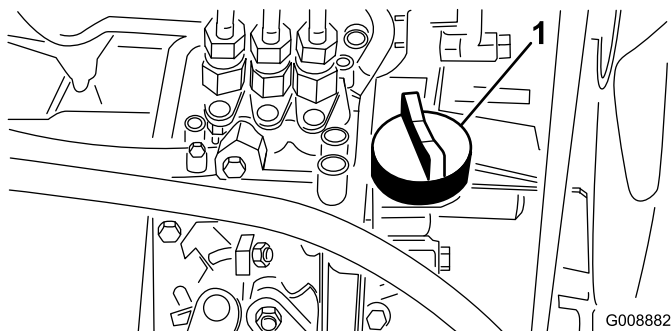

Figura 25
4. Se o nível do óleo for baixo, retire a tampa de enchimento (Figura 25) e adicione gradualmente pequenas quantidades de óleo, verificando constantemente o nível, até que este alcance a marca FULL na vareta.